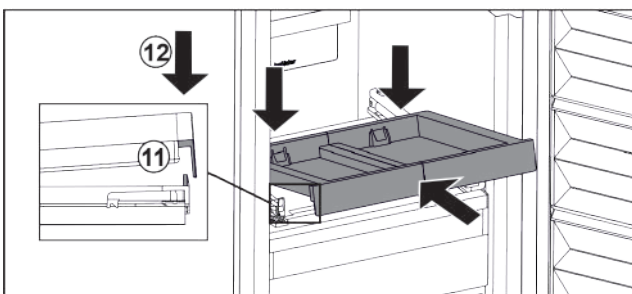

Fig. 22
- ▶ Вставити навкосою. Звертайте увагу, щоб з обох боків упор був за накладкою. Fig. 22 (11)
- ▶ Витяжну панель опустити спереду. Fig. 22 (12)